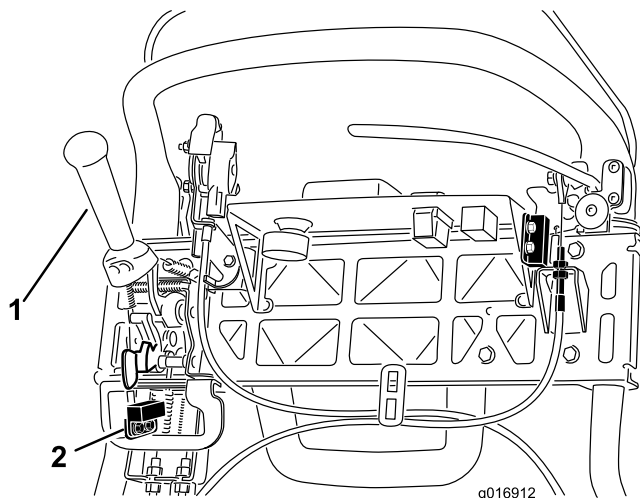

Figura 39
4. Allentate i dispositivi di fissaggio del microinterruttore di sicurezza (Figura 39).
5. Inserite uno spessore di 1,6 mm fra la leva della trazione ed il microinterruttore (Figura 39).